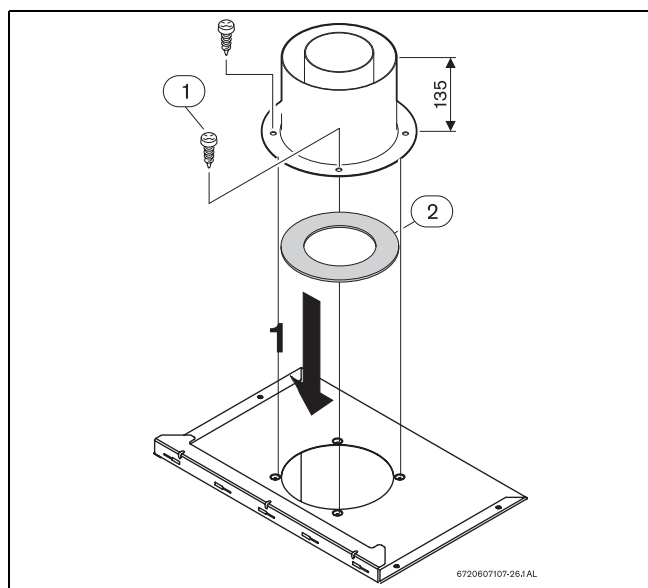

Fig. 9 Diaphragme
Les diaphragmes utilisés doivent toujours être appropriés à l'installation, de façon à garantir un rendement et une combustion optimale. Se reporter à la Fig. 9 pour l'installation et aux tableaux 10 et 11 pour le choix du diaphragme.
- ▶ Démontez les vis de fixation (→ Fig. 9, [1]).
- ▶ Positionnez le diaphragme (→ Fig. 9, [2]) entre l'adaptateur et l'appareil.
- ▶ Fixez à nouveau l'adaptateur à l'appareil au moyen des 4 vis (→ Fig. 9, [1]).